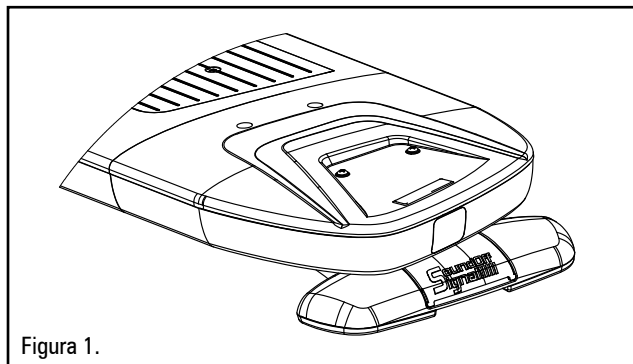

Figura 1.
1. Instale la junta gris en la ranura frontal de la barra de luces, como se muestra en la Figura 1.
Montaje con pasadores (Figura 1)